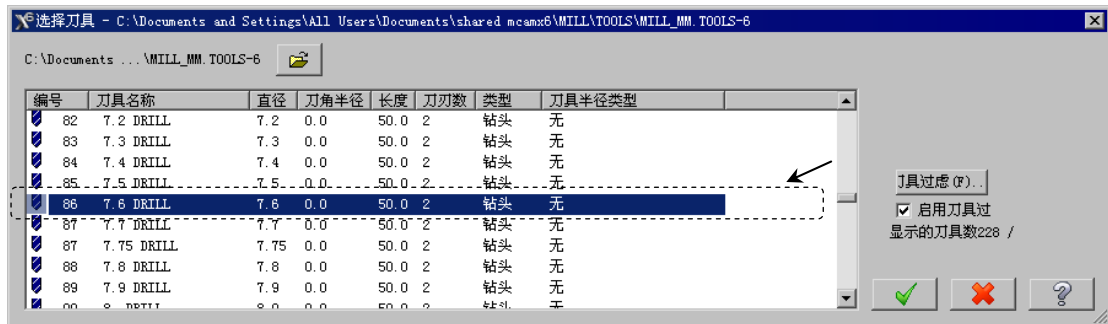

图 20.22 “选择刀具”对话框
Step3. 选择刀具。在“2D 刀具路径 – 钻孔/全圆铣削 深孔钻-无啄孔”对话框中单击 **选择刀具** 按钮，在该对话框的列表框中选择图 20.22 所示的刀具。单击 按钮，关闭“选择刀具”对话框，系统返回至“2D 刀具路径-钻孔/全圆铣削 深孔钻-无啄孔”对话框。